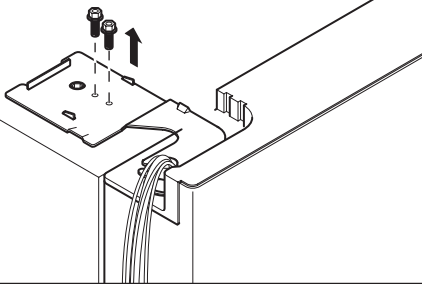

Fig. 4-7
1. Afloje los tornillos de la cubierta de la bisagra y retírela (Fig. 4-7). Desconecte todos los cables a excepción del cable de toma de tierra.